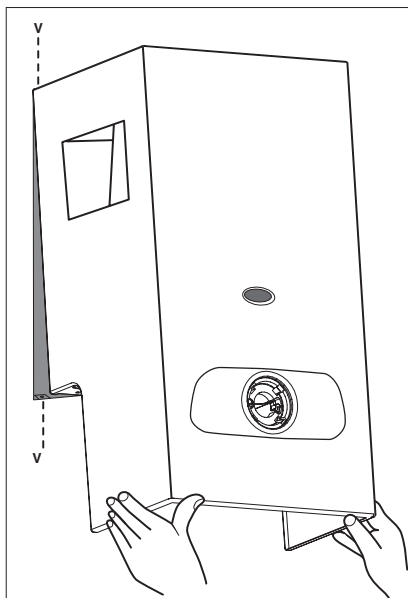

Рис. 8
- Отвинтить 4 винта поз. "V" (рис. 8) крепления кожуха.
- Надеть кожух сверху (Рис. 8).
- Завинтить винт крепления щитка управления, моставляемый в пакете с принадлежностями (Рис. 8а).
Рис. 8а